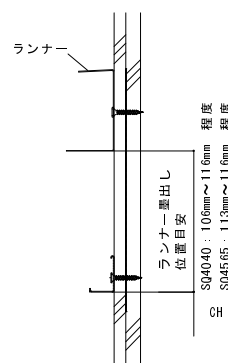

図2-4 ランナー墨出し位置目安
- ① ランナーの墨出し位置に沿ってランナーを設置する。(図 2-4 参照) ビスピッチは @600mm 以下とし、鉄板もしくはスタッドに確実に固定するものとする。ビスは鉄板もしくはスタッド貫通後に 10mm 程度以上の長さを確保できるものを選定する。